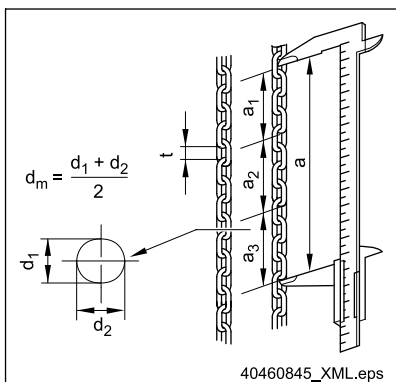

Abb. 49
- über 11 Kettenglieder  $\Rightarrow$  Abb. 49, Seite 75.